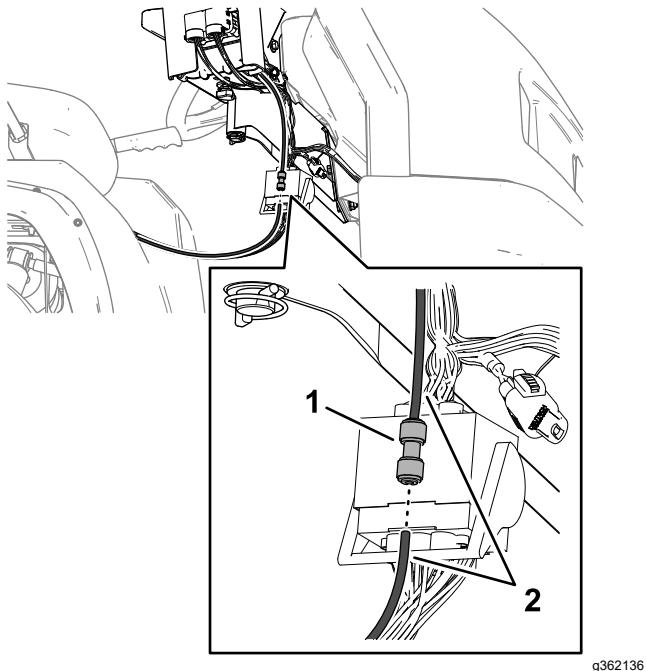

Figura 97
1. Insira o tubo do sensor de pressão na união de pressão até o tubo estar devidamente colocado (Figura 97).